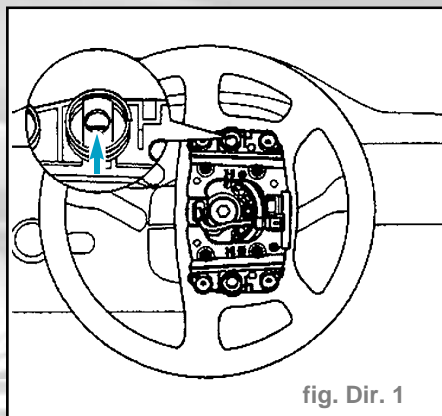

fig. Dir. 1
- La vis (2) peut-être réutilisée jusqu'à cinq fois. Faire une encoche après chaque montage.
- La vis (3) à six pans creux a été supprimée peut de temps après la production en série. Lorsque le stock sera épuisé, il ne sera plus livré que des vis à multipans creux, comme la vis (2).
- La pointe du tournevis à lame plate doit prendre prise sous le ressort (flèche) (Fig. Dir. 1).